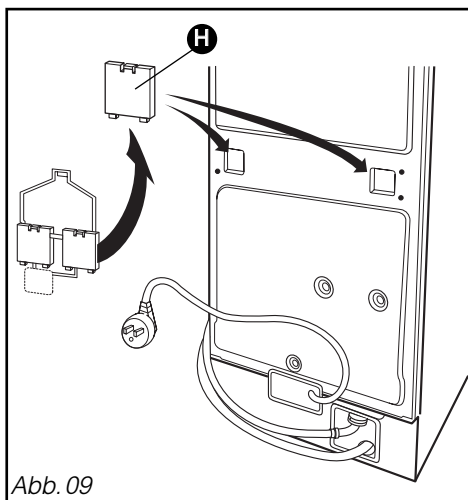

Abb. 09
- Alle Löcher der Transportsicherung mit den 2 übrigen Abdeckungen **H** schließen (Abb. 09) und die 4 Schrauben **E** in die ursprünglichen Löcher im Gehäuse einführen und wieder verschrauben